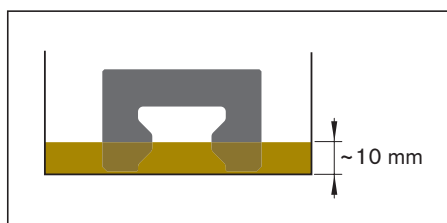

Figure 2
Placer les unités de lubrification rapportées dans de l'huile de 10 mm de profondeur pendant 36 heures (voir figure 2).
- ▶ L'appoint d'une unité de lubrification rapportée taille 20 basse via le raccord de lubrification est **impossible** (voir Figure 2).